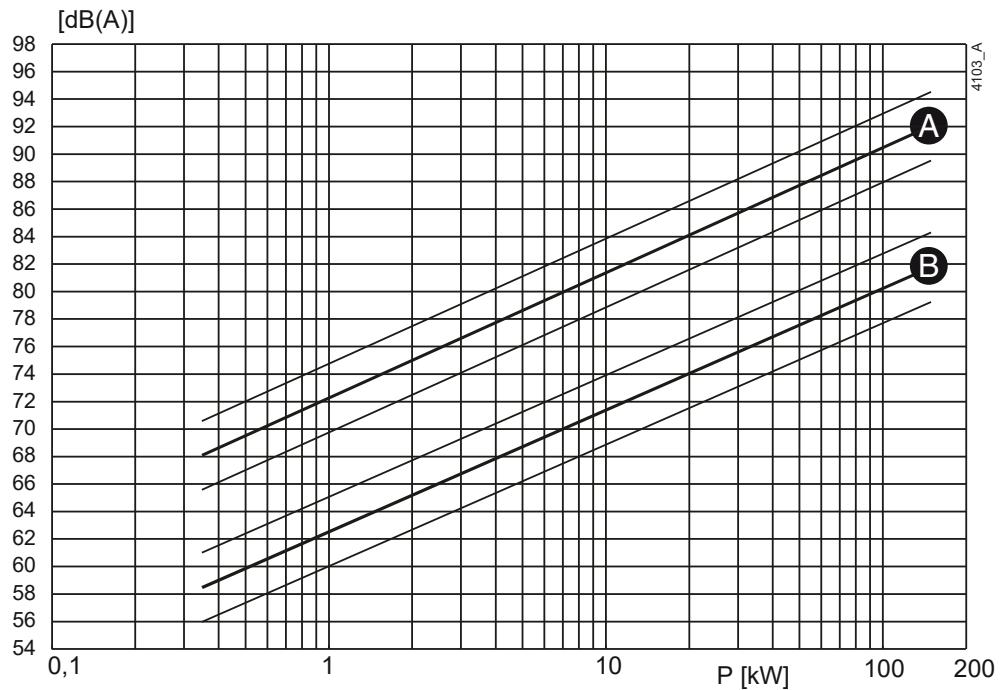

Bild 31: Ljudnivå som funktion av pumpeffekt [kW] vid 1450 min-1
- 1 Bestäm ljudnivå ( $L_1$ ) för pumpen Bild 31 eller Bild 32.